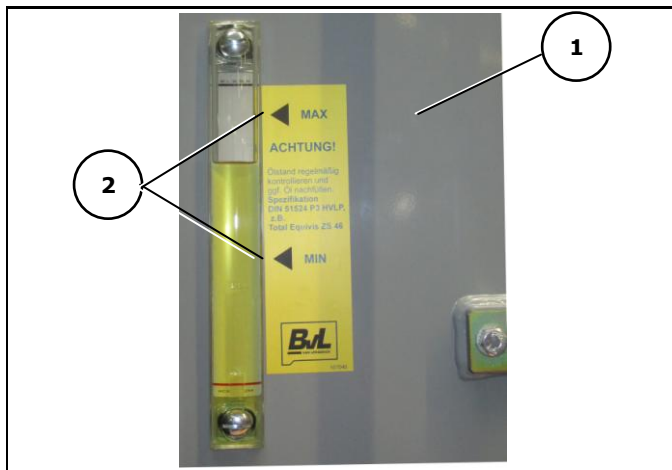

Abb. 9-18: Füllstandsanzeige
4. Hydrauliksystem entlüften, hierzu den Deckel (1) lösen.
5. Deckel (1) entfernen.
6. Geeignetes, neues Hydrauliköl in den Hydraulikölbehälter einfüllen, bis zur max-Markierung des Schauglases (Abb. 9-18/2).
7. Deckel (1) sorgfältig auf dem Hydraulikölbehälter verschrauben.
5. Deckel (1) der Einfüllöffnung für das Hydrauliköl abschrauben.
7. Deckel (1) sorgfältig zuschrauben.